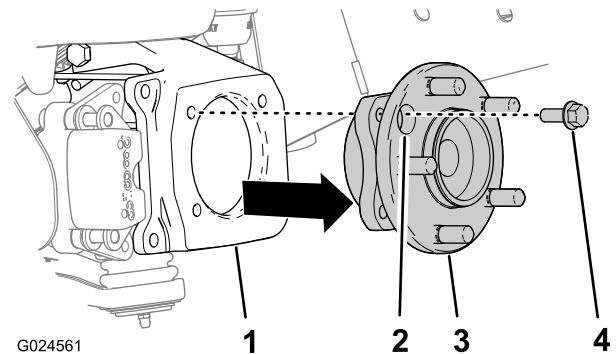

Bild 19
- Nehmen Sie die vier Sechskantschrauben ab, mit denen die Radnabe und das Lager am Spurstangenhebel befestigt sind (Bild 19).
- Nehmen Sie die Radnabe vom Spurstangenhebel ab (Bild 19).